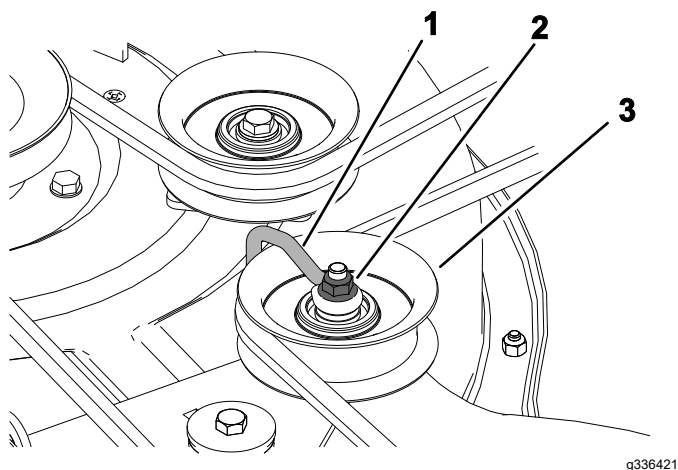

Figure 51
5. Sur les tabliers à 3 lames, desserrez l'écrou qui fixe le fil métallique à la poulie de tension (Figure 51).
Remarque: Positionnez le fil métallique contre le bras de la poulie de tension comme montré à la Figure 51.